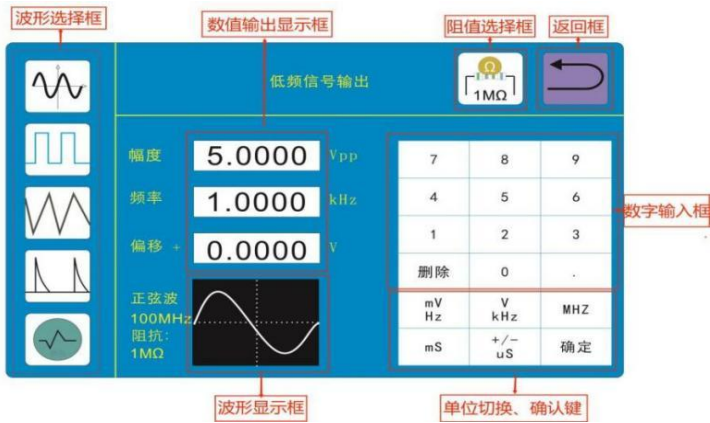

图 5.2
5.2.1 低频信号输出主界面，功能如图 5.2 所示：
双通道低频输出，频率范围 10Hz 到 100MHz。连接好被检示波器后，在示波器校验仪开机界面中选择需要选择的功能键，例如点击低频信号功能键，，即可进入到低频信号输出界面，如图 5.2 所示；在该界面中的波形选择框中选择波形，然后再在数值输入框中点击数字键输入数值，点击确定键即可。阻值选择框可选择 50 Ω 和 1M Ω。阻抗 50 Ω 时，电压输出小于等于 5V。